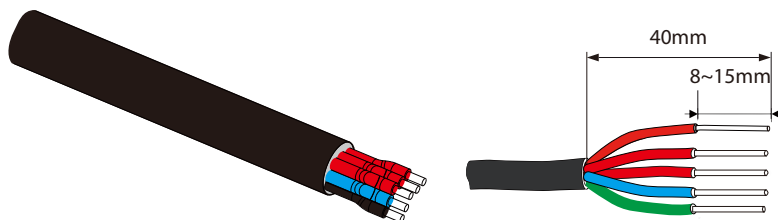

Figura 5.8 Desencapar o cabo AC
Passo 2: Desencape a capa de proteção e a camada de isolamento do cabo CA no comprimento correto, conforme mostrado na Figura 5.8.